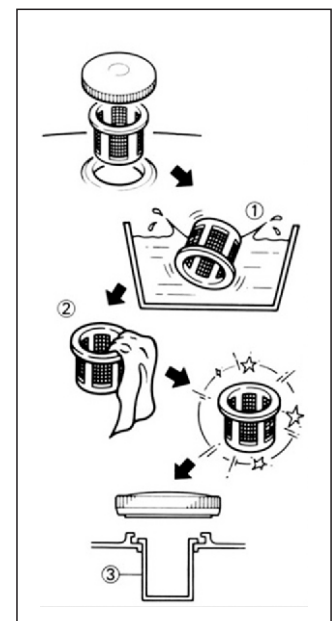

Рисунок 8 – Очистка фильтра топливного бака
**ОЧИСТКА ФИЛЬТРА ТОПЛИВНОГО БАКА (РИС.8)**
- Промойте фильтр растворителем (1).
- Установите на место (3).